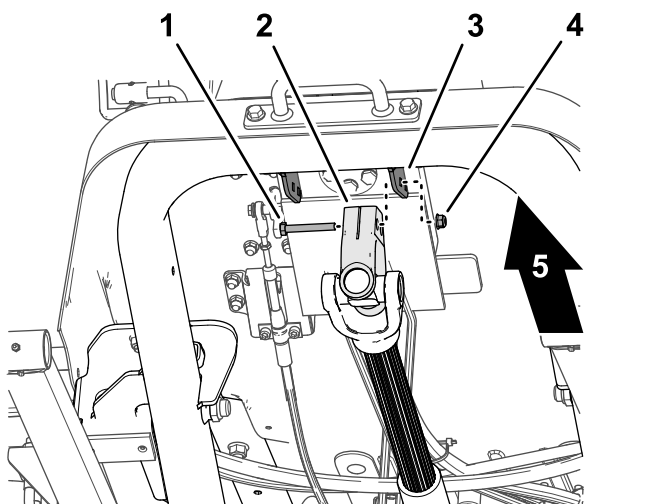

Figura 16
1. Mientras sostiene el árbol de transmisión, retire el tornillo de caperuza y la contratuerca que fijan la horquilla del árbol de transmisión al soporte de montaje de la válvula de dirección (**Figura 16**), y baje con cuidado el árbol de transmisión.